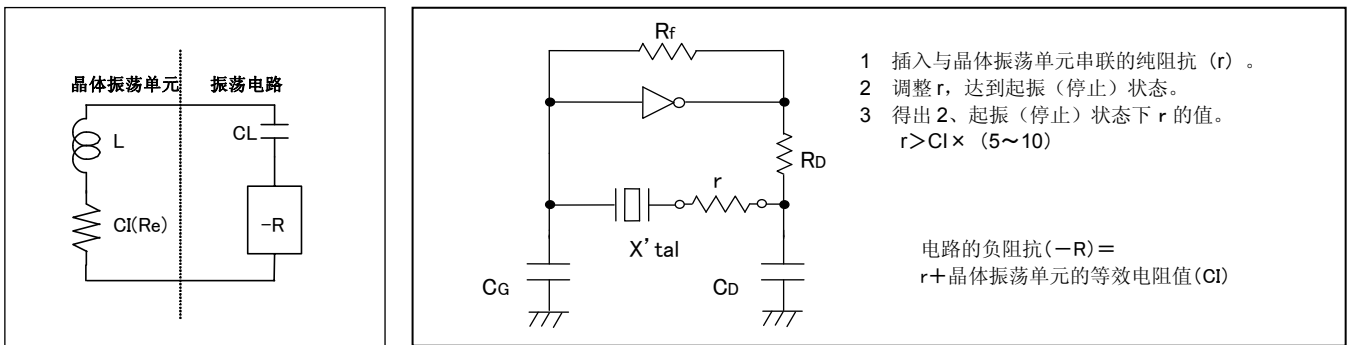

图 4 振荡裕度的检查方法
首先, 需要确保衡量振荡电路能否稳定振荡的尺度的振荡裕度在 5~10 以上。这项振荡裕度可用图 4 的振荡电路的负阻抗 (CI) 除以晶体振荡单元的等效串联阻抗 (r) 的最大值来表示。